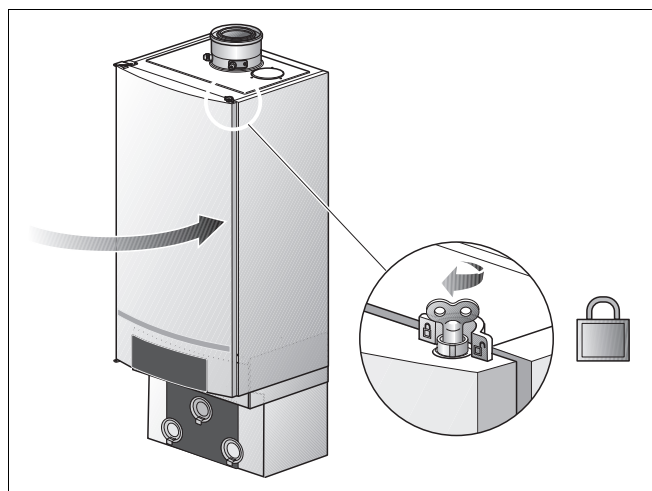

Fig. 92 Kedeldøren lukkes
- Luk kedeldøren (fig. 92) og lås låsen ved at dreje udluftningsnøglen en ¼ omdrejning til højre.